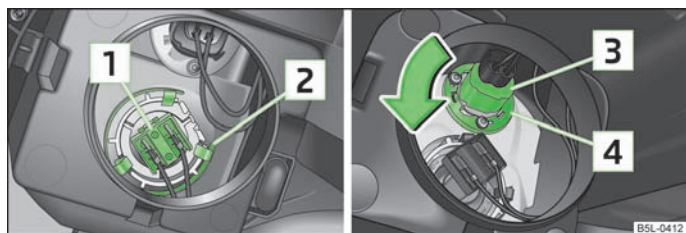

Fig. 172 Desmontar: Bombilla para faro antiniebla/bombilla para luz de marcha diurna
- Extraer el enchufe **1** » fig. 172.
- Extraer el enchufe **3** » fig. 172.